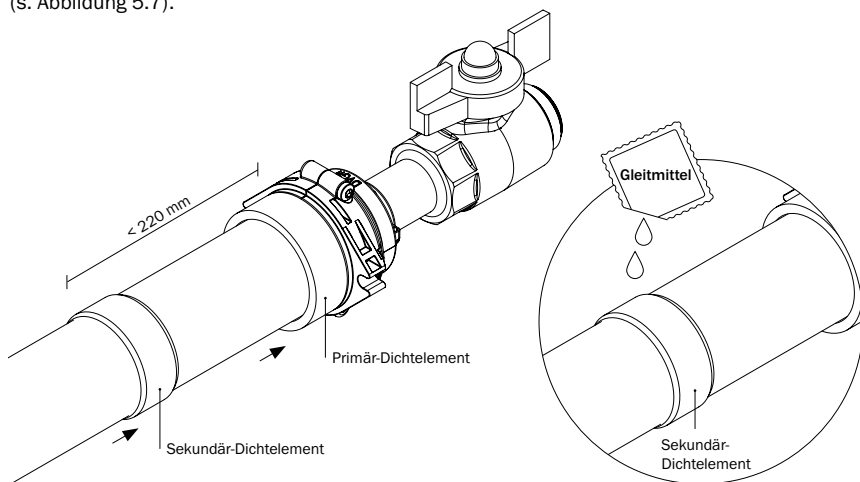

Abbildung 5.7: Positionierung Primär- und Sekundär-Dichtelement, Sekundär-Dichtelement mit Gleitmittel einschmieren
- Anschließend das Primär-Dichtelement über die Gashauseinführung bis an die Unterkante des Klemmrings schieben. Danach das Sekundär-Dichtelement ebenfalls über die Gashauseinführung schieben. Der Abstand zwischen Oberkante des Primär-Dichtelements und Unterkante des Sekundär-Dichtelements muss weniger als 220 mm betragen (s. Abbildung 5.7).
- Das Sekundär-Dichtelement mit dem mitgeliefertem Gleitmittel vollständig einschmieren (s. Abbildung 5.7).